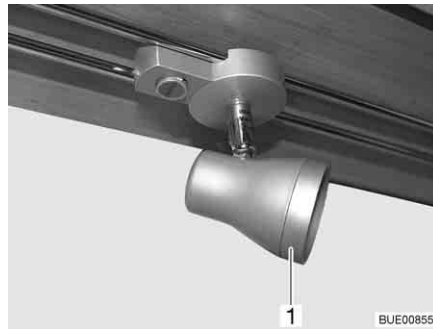

Bild 288 Halogenspotleuchte (verschiebbar)
- Den äußeren Ring (Bild 288, 1) entgegen dem Uhrzeigersinn drehen, bis er sich vom Gehäuse löst.